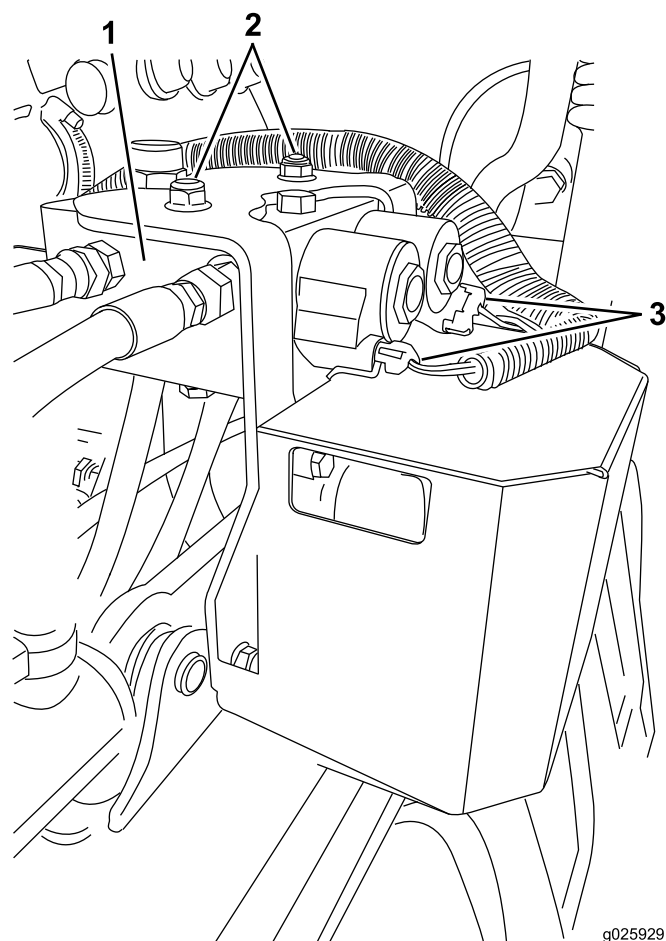

Figure 17
4. Acheminez le faisceau de câblage jusqu'au collecteur hydraulique (Figure 17).